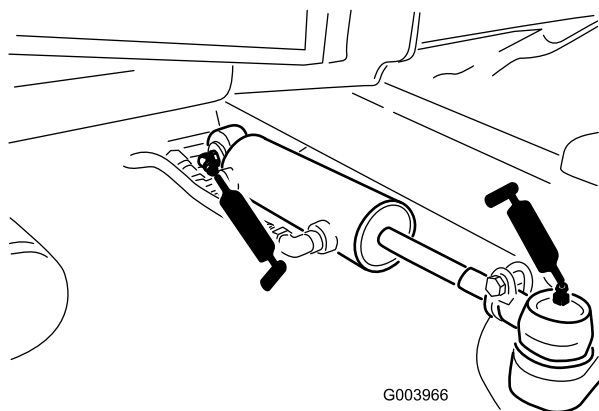

Рисунок 59
- Шаровые опоры гидроцилиндра рулевого управления (2 шт.) (Рисунок 59)